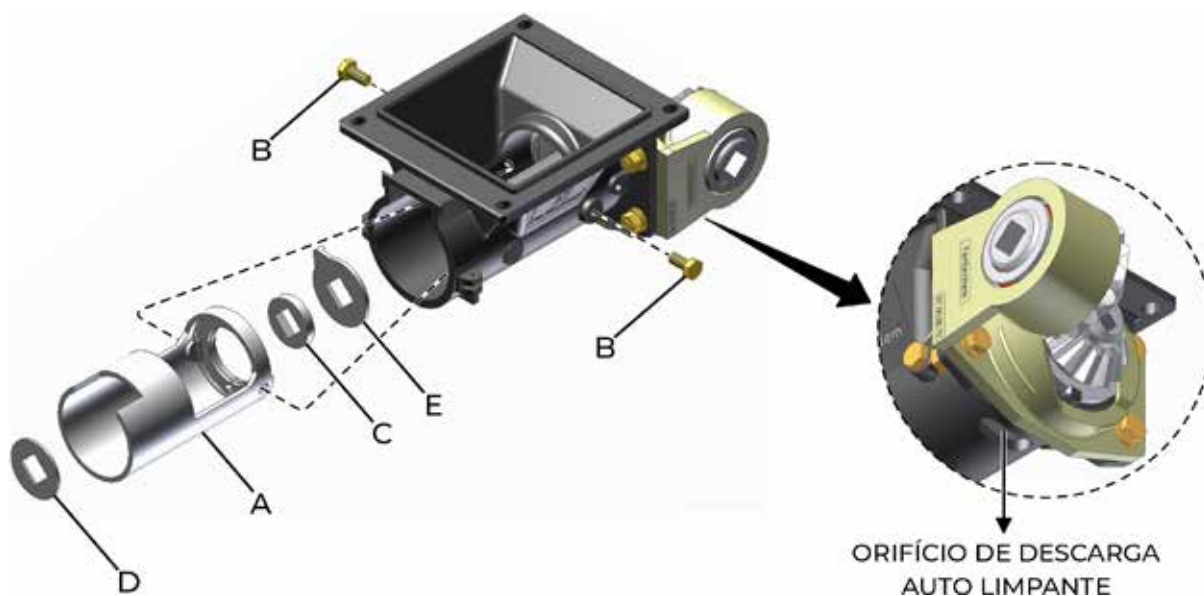

fig. 52
Ao final da safra, verifique o revestimento (A) (fig. 52). Se o mesmo apresentar desgaste excessivo, substitua-o, afrouxando e retirando os parafusos (B). Verifique se há desgaste também no feltro (C), arruela (D) e na arruela de limpeza (E). O desgaste excessivo é verificado quando ocorrer a saída de adubo em grande quantidade pelo orifício de descarga auto limpante, localizado na face inferior do corpo.